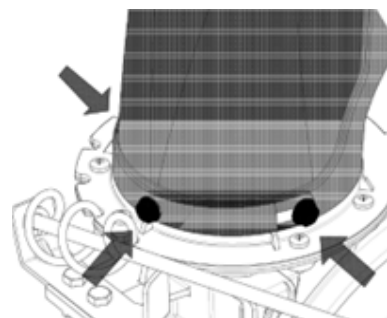

Рис. 8
- Поместите желоб на седло желоба, закрепите его болтами с квадратным подголовком внутри и гайками снаружи (Рис. 8).